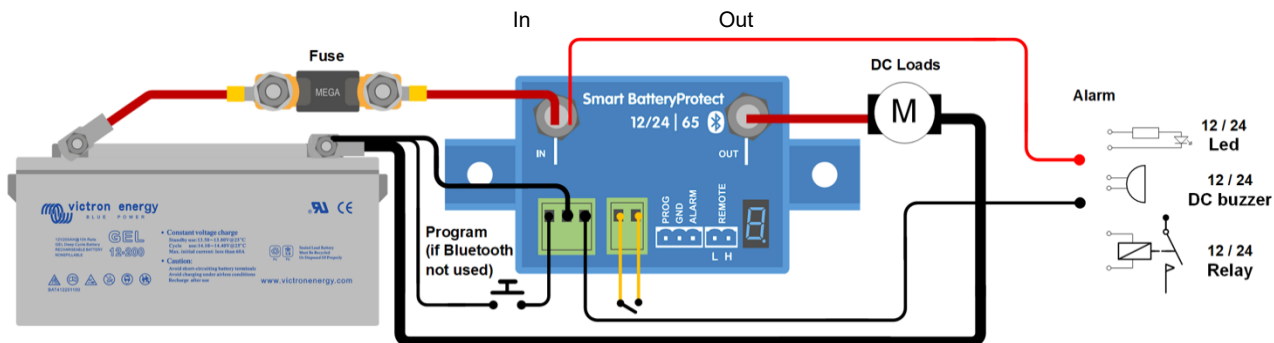

Abbildung 1: Anschlussplan des SBP-65 (verwenden Sie den Fern-Eingang für die System-Ein/Aus-Funktionalität)
- Zwischen Fern-H und Fern-L kann ein Fern-Ein/Aus-Schalter angeschlossen werden (siehe Abbildung 1). Alternativ kann Anschluss H an einen Batterie-Pluspol oder L an einen Batterie-Minuspol geschaltet werden.
- Ein akustisches Signal, eine LED oder ein Relais lässt sich zwischen den Alarmausgang und den Pluspol der Batterie anschließen (siehe Abbildung 1). Maximale Last am Alarmausgang: 50 mA (kurzschlussfest)